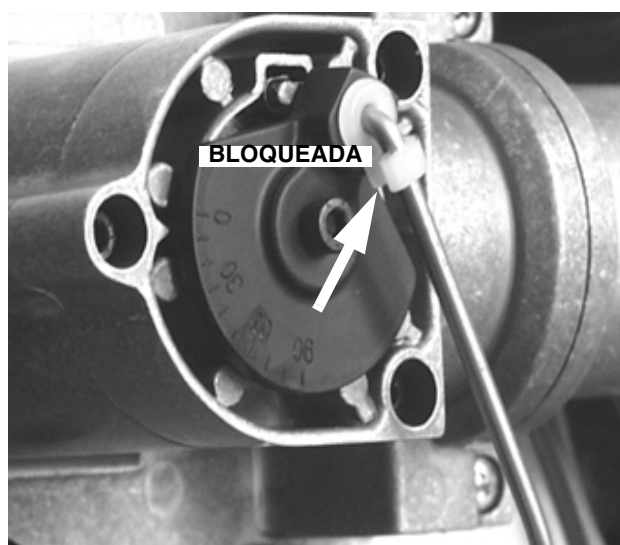
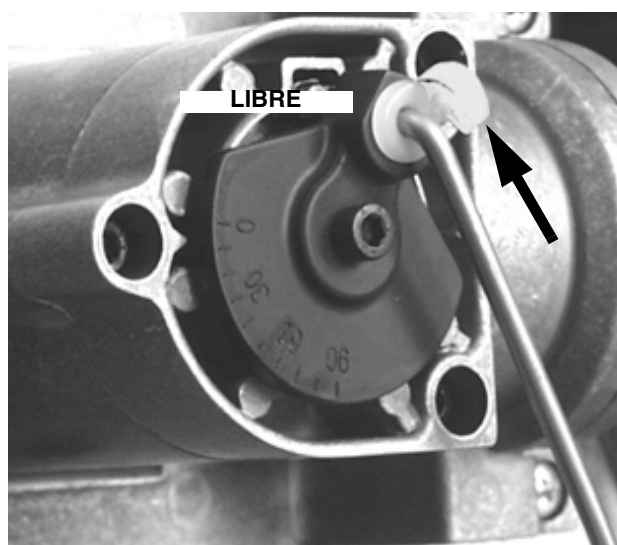

Fig. 30
Fig. 31
- 2 Deje libre la varilla de regulación de la válvula de mariposa de gas (Fig. 30 y Fig. 31) y extráigala de su alojamiento tirando hacia afuera.